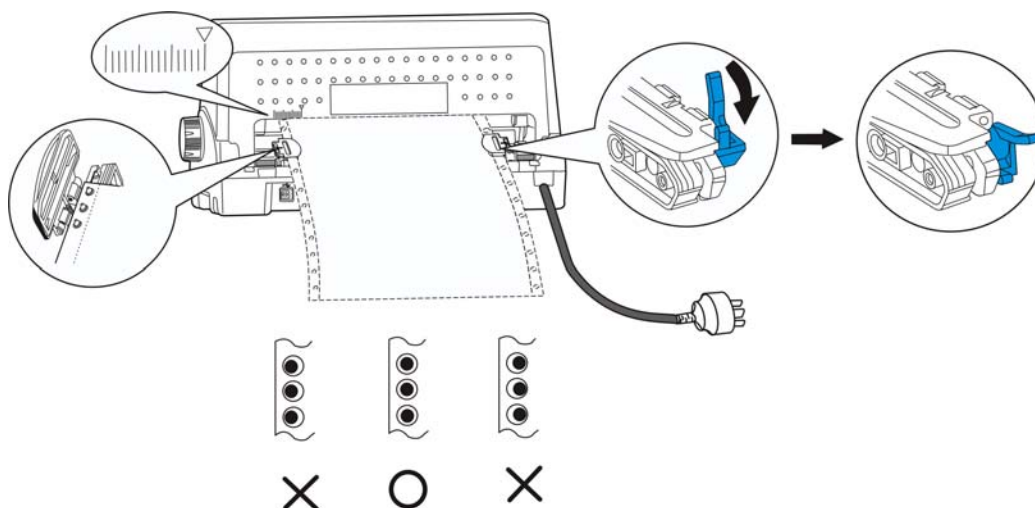

图 3-9 调整连续纸位置
5. 合上拖纸器左右链轮的链轮盖，然后移动拖纸器右链轮把纸拉平，再按下链轮锁定杆将其锁定（如图 3-9 所示）。